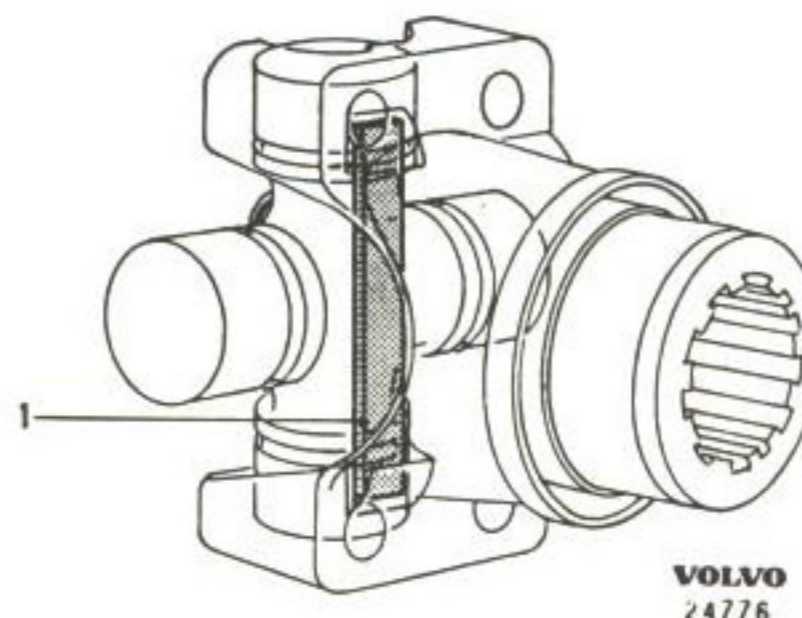

Bild 16. Montering av nållager (tid. utf.).
OBS! Se vid monteringen av utf. I till att bandet (1, bild 16) på bakre kardanknuten kommer att ligga i de härför avsedda urtagen på medbringaren.
**OBS! Endast utf I.** På främre och bakre kardanknuten finns ett plåtband som håller samman två av nållagren. Ge vid monteringen noga akt på att detta band kommer att ligga i urtagen på resp. medbringare, se bild 16. I annat fall klämmas lagret ovalt när U-klammerna drages åt. Drag muttrarna för klammerna med ett moment av 1,40-1,65 kgm (10-12 footpound).
Plåtbandet för nållagren på främre eller bakre kardanknuten felmonterat. (Endast tid. utf.)	Montera bandet rätt. Se bild 16.